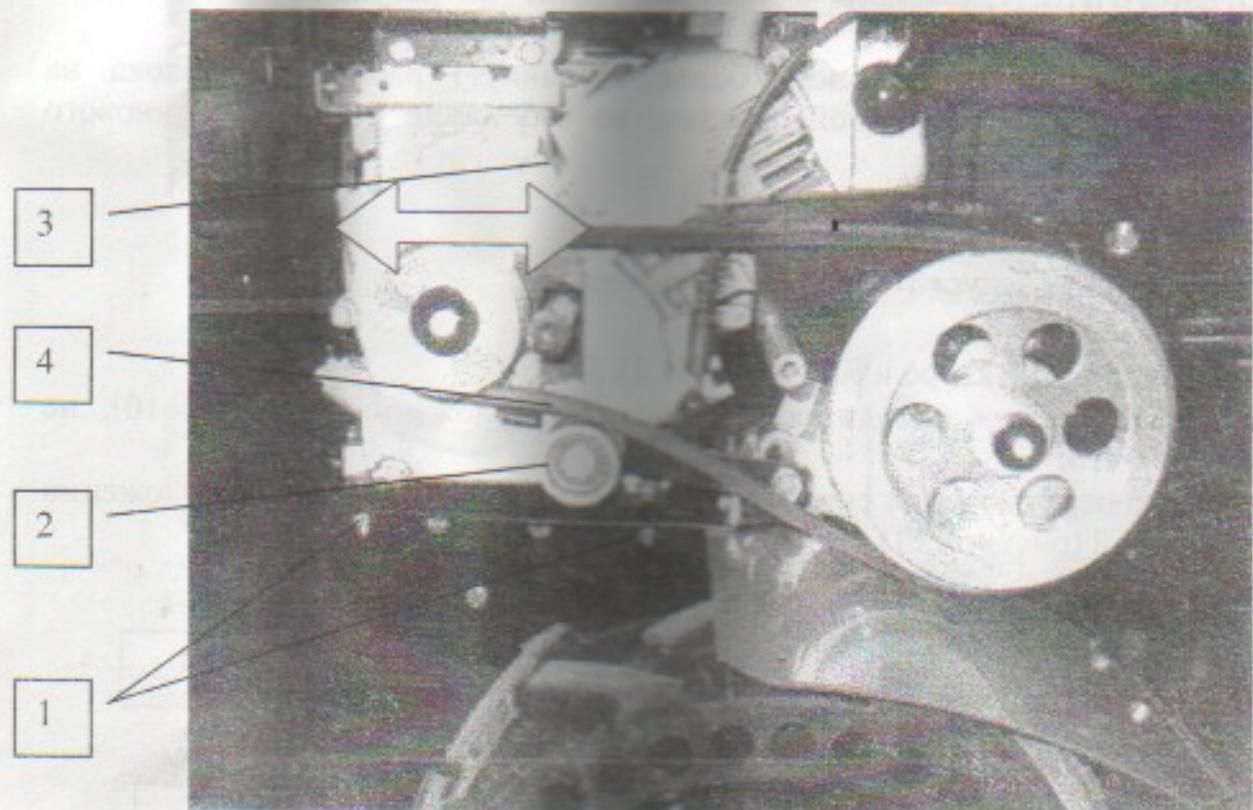
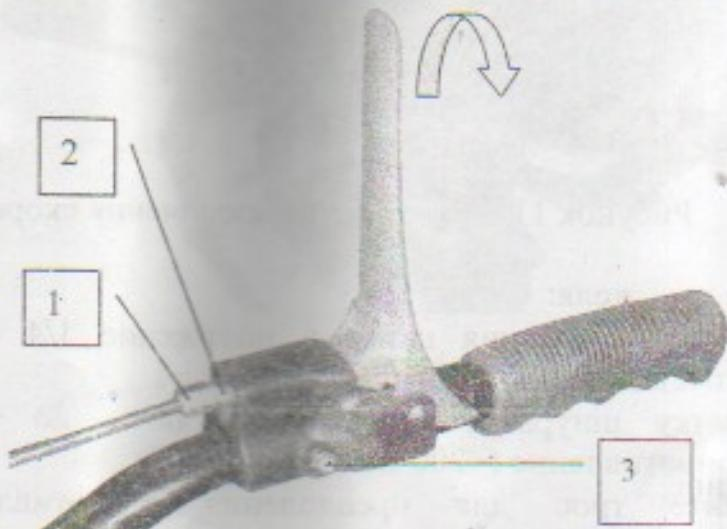

Рисунок 9 – Регулировка клиноременной передачи
Рисунок 10 – Механизм управления сцеплением.
Предварительно вывернув болты 15 (рисунок 1), снимите кожух 14 (рисунок 1) и ослабьте четыре болта 1 (рисунок 9) крепления двигателя 3 к рамам. Отрегулируйте натяжение ремня сцепления 4 перемещением двигателя вдоль рам. Натяжение должно быть максимальным (расстояние между осями шкивов должно быть около 27 ± 0.5 см), но не вызывать вращения фрез. Контроль регулирования можно производить медленной прокруткой двигателя. Дополнительное натяжение осуществляется с помощью натяжного ролика 2 путем изменения положения регулировочного винта 1 (рисунок 10).
Перед началом регулировки закрепите механизм газа на руле винтом поз 3 с самоконяющейся гайкой как показано на рис. 10. Винт 1 должен быть ввернут до упора. В этом положении при работающем двигателе включите сцепление и проверьте работоспособность мотоблока с полной нагрузкой. В случае проскальзывания ремня увеличьте натяжение ролика путем выворачивания винта. Не забудьте законтрить винт гайкой 2.
- что рычаг сцепления находится в свободном положении (рисунок 10), не удерживайте его;
После того, как двигатель достиг необходимого числа оборотов, медленно нажимайте на рычаг сцепления до его полного прикосновения с рукояткой руля (рисунок 10), это вызовет вращательное движение фрез. До приобретения соответствующего навыка включение сцепления рекомендуется производить в таком положении мотоблока, когда ножи фрез приподняты и не касаются земли.